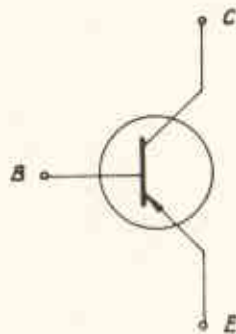

Abb. 4.2 – Transistorspannungen
- Von einer Transistorschaltung (Abb. 4.2) betragen die elektrischen Potentiale: $E = -2,1 \text{ V}$, $B = -3,04 \text{ V}$ und $C = -9,0 \text{ V}$ bezogen auf den Pluspol der Spannungsquelle, der mit dem Punkt E verbunden ist. Wie groß sind die Spannungen $-U_{CB}$ und $-U_{CE}$?